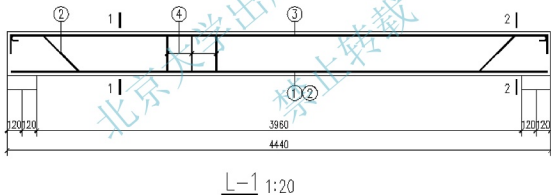

图 5.70 绘制 L-1 梁纵断面图
③ 启动 【镜像】 命令, 将架立筋左侧的半圆弯钩对称复制到右侧, 然后删除辅助线。
(13) 标注梁 L-1 的尺寸和钢筋编号, 结果如图 5.70 所示。